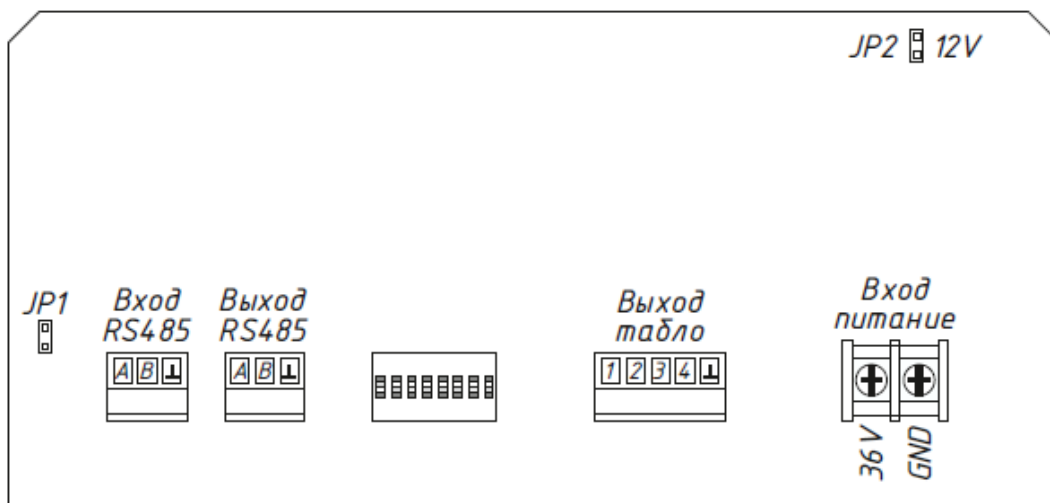

Рисунок 2 – расположение разъемов и переключателей.
4.1.2. В случае, если данная КП-Т является последней в линии установить переключатель JP1 (рисунок 2).
4.1.3. По умолчанию выходным напряжением питания табло установлено 24 В. Для установки выходного напряжения на уровень 12 В необходимо установить переключатель JP2 (рисунок 2).